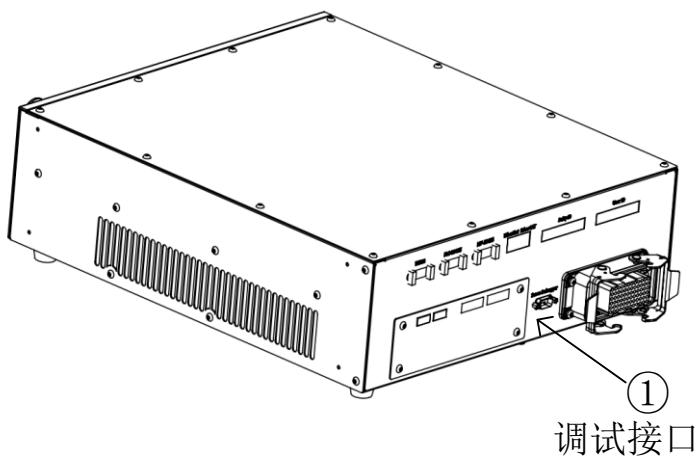

图 5-1 控制柜 Servo Debugger 接口
inCube21 控制柜 Servo Debugger 接口为多轴驱动调试接口，位于控制柜后面板，参考下图 5-1，当调试多轴驱动参数时，需使用 RS422 转 USB 线缆连接到图示①接口。